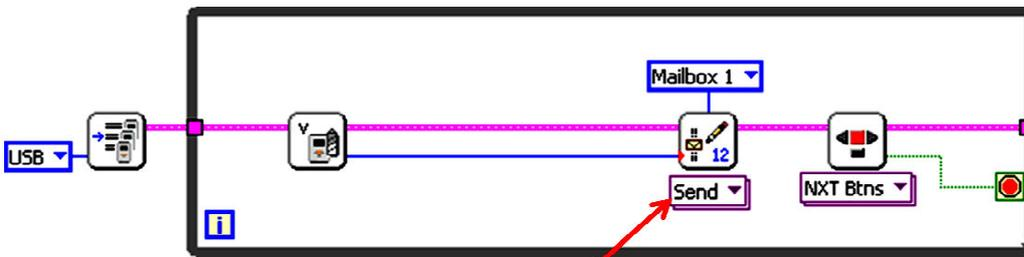

Рис. 4
– передать целое число или **Send to client** → **Decimal number** → **Connection 1** – передать дробное число (рис. 4).